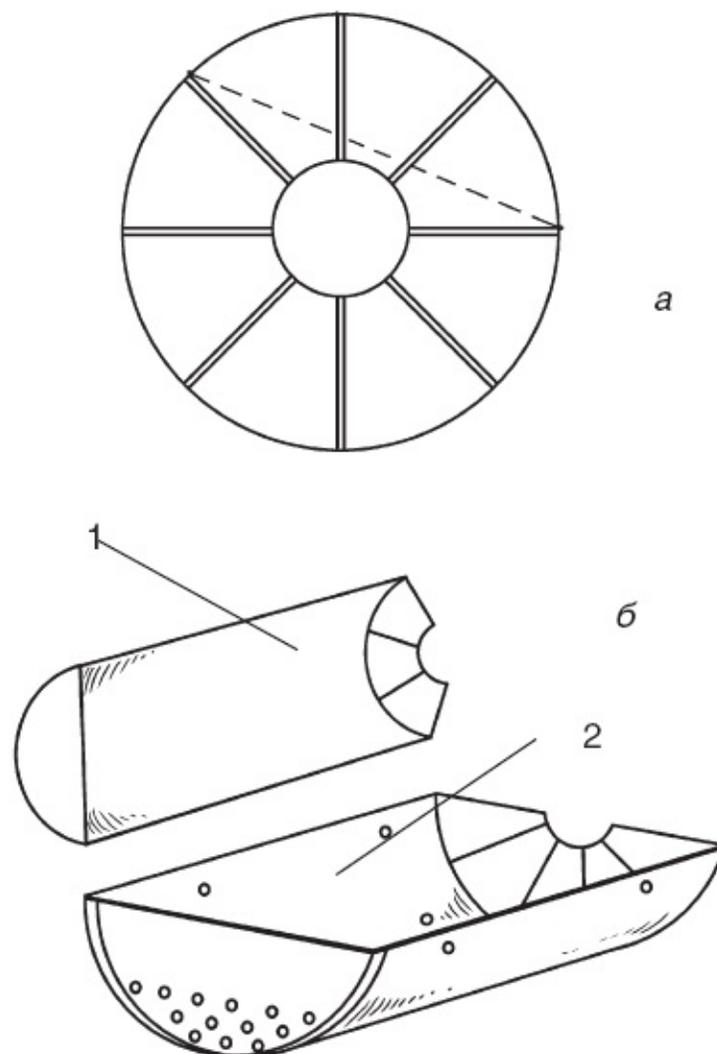

Рис. 91. Линии реза:
3. Далее предстоит «болгаркой» разрезать бидон (рис. 91). Получатся две емкости, различающиеся по величине в 2 раза. Напильником обработайте края.